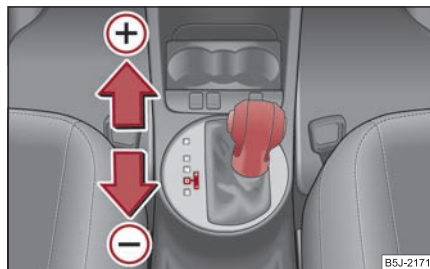

Fig. 127 Selector: selectarea manuală a vitezelor
- Apăsați scurt selectorul (în poziție tiptronic) spre față pe ⇒ **fig. 127**